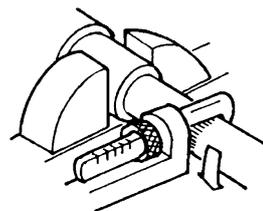

Fig.5.2
- 3) エアモーター本体部をバイスに固定し、サクシオンチューブのローレット部にパイプレンチを掛け、ねじ戻し外してください。(Fig.5.2)